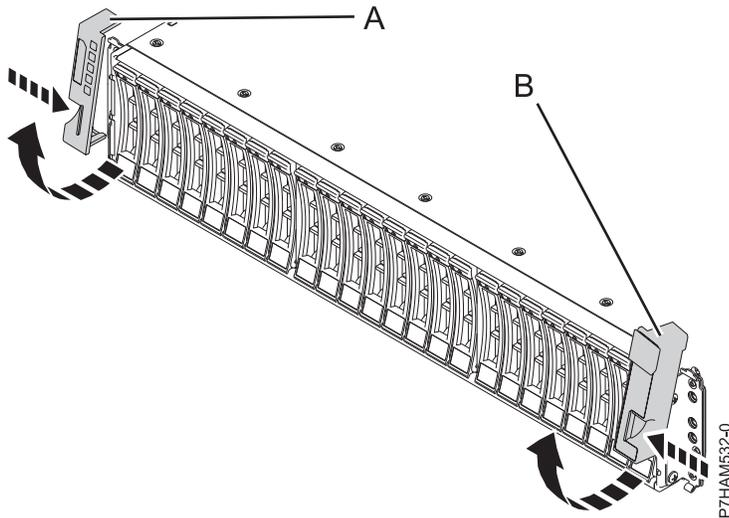

Abbildung 1. Seitenabdeckungen ausbauen
3. Bauen Sie an der Vorderseite des Racks die linke Seitenabdeckung (A) und die rechte Seitenabdeckung (B) aus, um die Halterungen freizugeben. Drücken Sie die Entriegelung zusammen, um die Frontblende nach oben zu drehen und vom Chassisflansch zu entfernen (wie in Abb. 1 dargestellt).